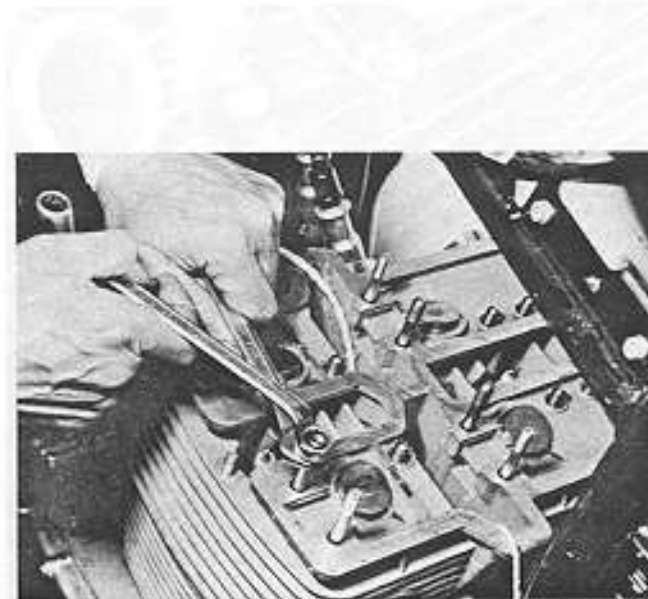

Fig. 40
- * A questo punto, se il motore è installato nel telaio, per rimuovere la testata è necessario svitare e togliere i 6 prigionieri più lunghi. Per fare questo è necessario avvitare sulla estremità filettata di ciascun prigioniero due dadi, serrandoli fortemente l'uno contro l'altro per mezzo di due chiavi (Fig. 40). Agendo quindi sul dado inferiore il prigioniero potrà venire svitato. L'estrazione dei due prigionieri centrali non presenta particolari problemi, purché si abbia l'accortezza di sollevare la testata e di muoverla in modo da disporla nella posizione più adatta per poter estrarre i due prigionieri (vedi figure 41-42).
- * At this stage, if the engine is in the frame, the 6 longer studs should be removed to allow cylinder head removal. Install two nuts and lock them on to the threads of each stud. Turn the lower nut to undo the stud (Fig. 40). The withdrawal of the two center studs is eased by lifting and removing the cylinder head (see figure 41-42).